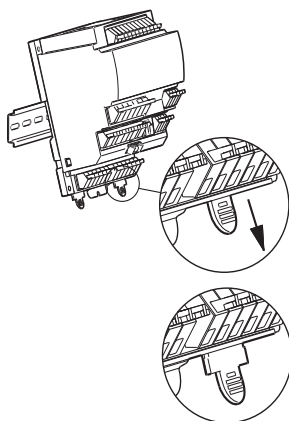

Fig. 9 Fermi di bloccaggio guida
5. Estrarre i fermi di chiusura dalla guida, vedere fig. 9. Ora il modulo può essere allontanato dalla guida.